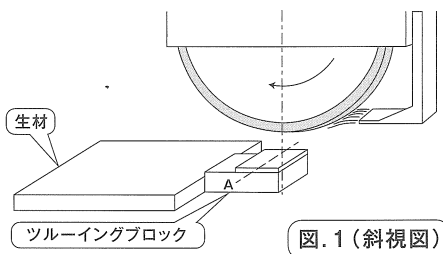

図.1 (斜視図)
- ①図.1 (斜視図) のようにホイールの中心からの垂線がブロックの任意の位置 (A) になるようにセットします。